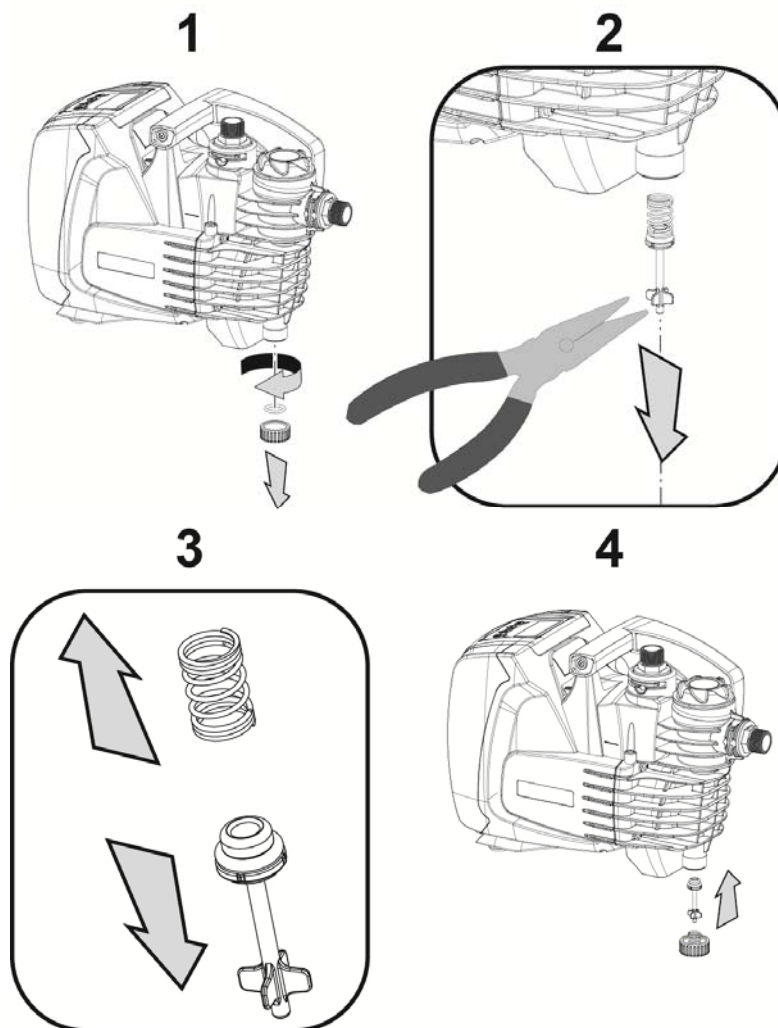

Abbildung 5
3. den Ablassstopfen auf jeden Fall abdrehen und dabei darauf achten, dass die O-Ring-Dichtung (Abb. 5) nicht herausfällt;